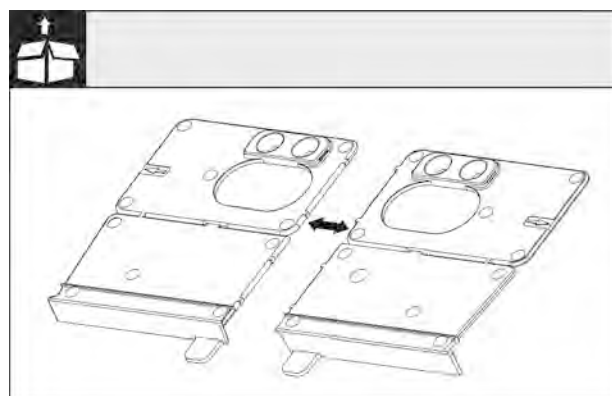

Fig. 27
- Отделите дно монтажного угла *Fig. 27 (i)* на перфорации.